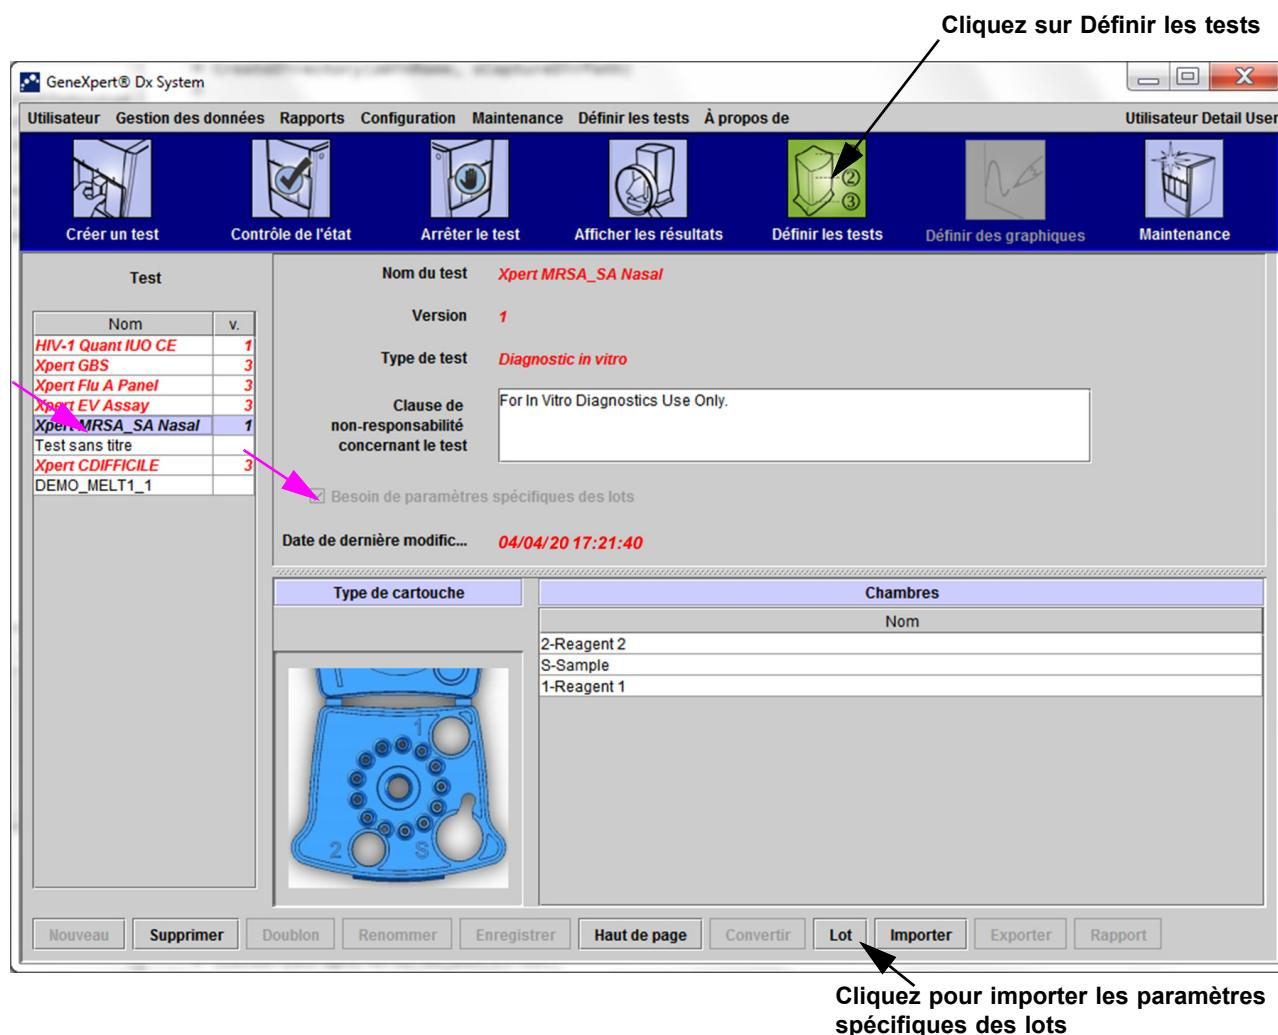
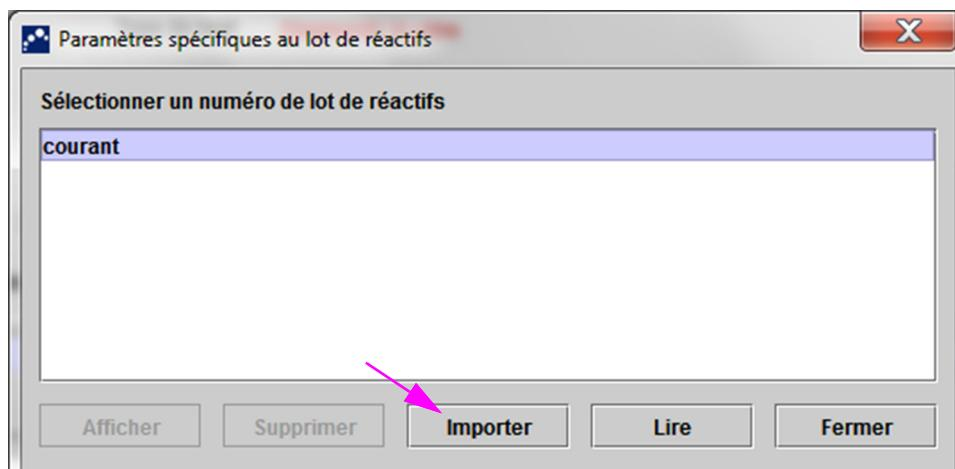

Figure 2-94. Fenêtre Définir les tests, indiquant la case Besoin de paramètres spécifiques des lots cochée
Figure 2-95. Boîte de dialogue Paramètres spécifiques au lot de réactifs
1. Dans la fenêtre Définir les tests, (cf. Figure 2-94), sélectionnez le nom du test dans la liste de **Tests** (à gauche dans la fenêtre).
2. Cliquez sur **Lot**. La boîte de dialogue Paramètres spécifiques à un lot de réactifs apparaît. Voir Figure 2-95.
La Figure 2-95 indique le numéro de lot de réactifs commun avant d'importer les lots spécifiques. Si des tests et/ou des paramètres spécifiques au lot ont déjà été importés dans le système, les numéros de lots de réactifs s'affichent.
1. Dans la fenêtre **Définir les tests** (cf. Figure 2-94), cliquez sur **Lot**. La boîte de dialogue Paramètres spécifiques à un lot de réactifs apparaît. Voir Figure 2-95.